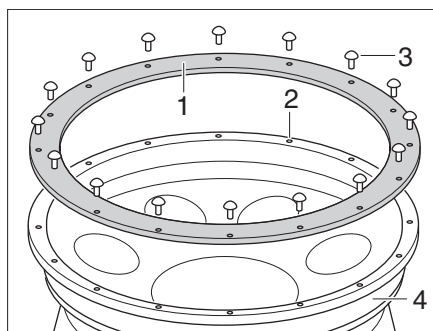

Fig. 405 Anello di protezione del cerchione
- Versare alcune gocce di frenafiletti Loctite® 222 nel foro centrale (Fig. 405,2).
- Montare l'anello di protezione del cerchione (Fig. 405,1) con le viti (Fig. 405,3) sul cerchione (Fig. 405,4).
- Avvitare le viti (Fig. 405,3) con una coppia di 2-3 Nm.